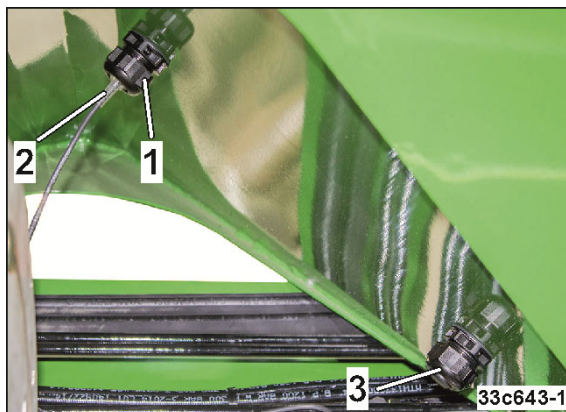

Bild 146
2. Lossa muttern (Bild 146/1).
3. Dra ut nivåsensorn (Bild 146/2) och sätt den i avsett fäste och lås den.
5. Dra åt muttern (Bild 146/1).
För att stänga till den nu fria öppningen sätter du proppen (Bild 146/3) i fästet och kläm fast.